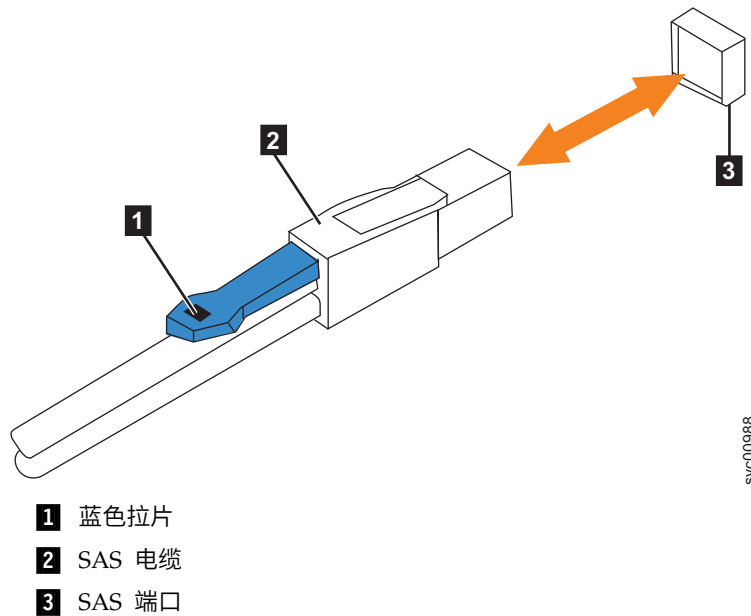

图 76. SAS 电缆接头的正确朝向
5. 确保 SAS 接口方向正确，如图 76 中所示。蓝色卡口必须朝向机柜容器的顶部。